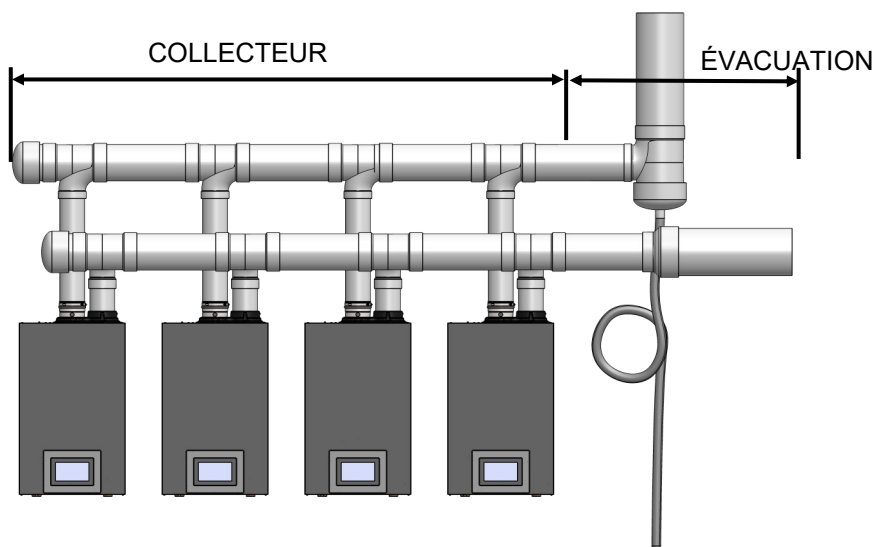

Figure 6 Collecteur, évacuation et purgeur de condensats
- Une conduite d'évacuation des condensats avec siphon doit être installée dans le circuit commun d'évacuation en PVC/CPVC entre le collecteur et la section de conduit. Le purgeur de condensats doit présenter une boucle d'une contenance de 15 cm (6 po) d'eau (figure 6).